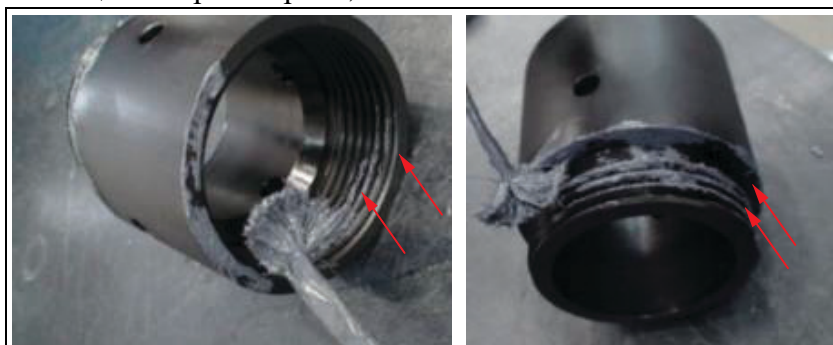

Рис. 3-12. Зоны нанесения противозадирной смазки
- Резьбу и контактирующие поверхности каждой удлиняющей секции опоры патрона, как показано на Рис. 3-12.